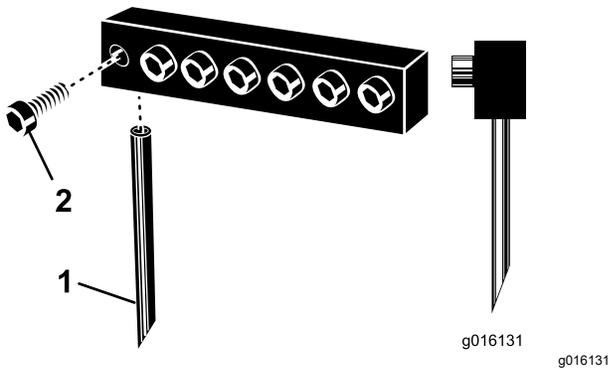

Figure 30
3. Desserrez les boulons de serrage et enlevez les louchets usagés (Figure 30).
Remarque: Montez les louchets creux avec la fente d'éjection à l'arrière. Montez les louchets pleins avec l'angle de la pointe face à la machine (Figure 30).